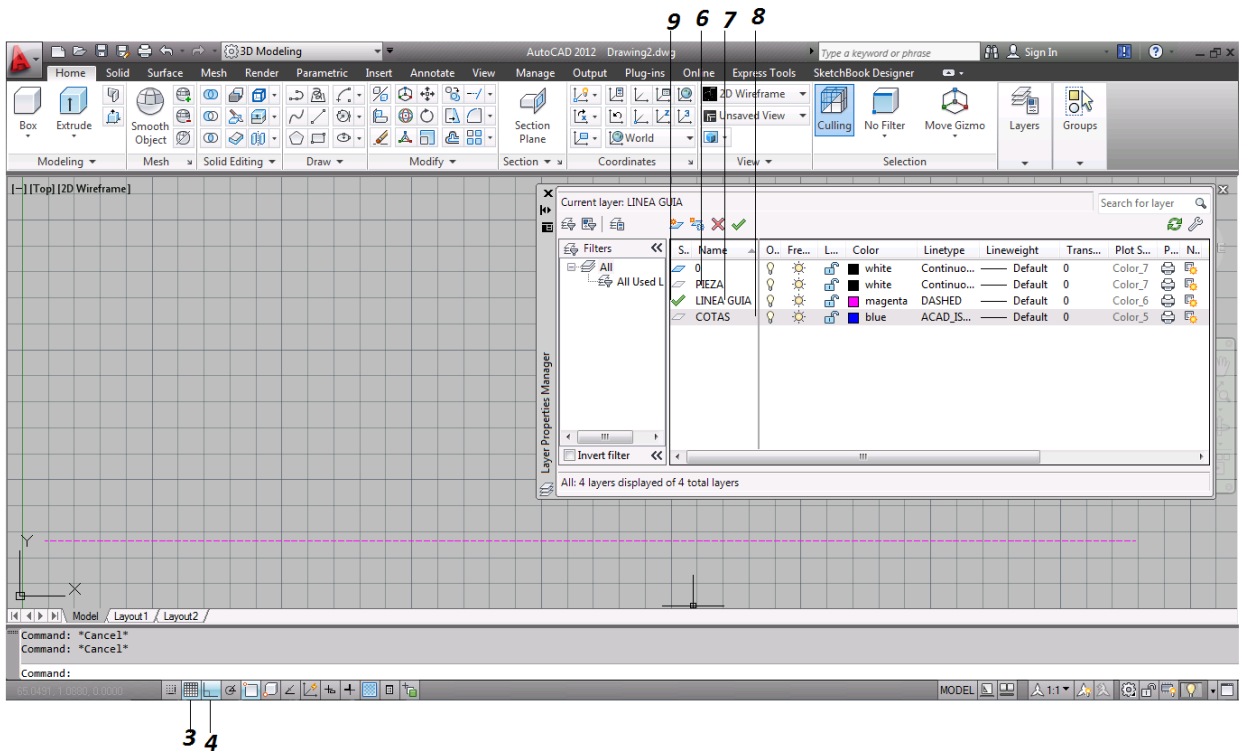

Figura 4.1 Ejercicio 1,
6. La primer Capa se queda con los parametros que se tienen por defecto, solo se nombra “Pieza” (*figura 4.1*).
7. La segunda Capa que se crea es de Color Magenta, el Tipo de Linea es “Dashed” y se nombra “Linea Guia” (*figura 4.1*).
8. La tercera Capa que se crea es de Color Azul, el Tipo de Linea es “ACAD_IOS05W100” y se nombra “Cotas” (*figura 4.1*).
9. Se selecciona la Capa “Linea Guia” (*figura 4.1*).
10. Se crea una linea guía con una longitud de 105 unidades (*figura 4.1*).
10. Se crea una linea guía con el comando Rayo, la cual estara en forma vertical (figura 4.1).